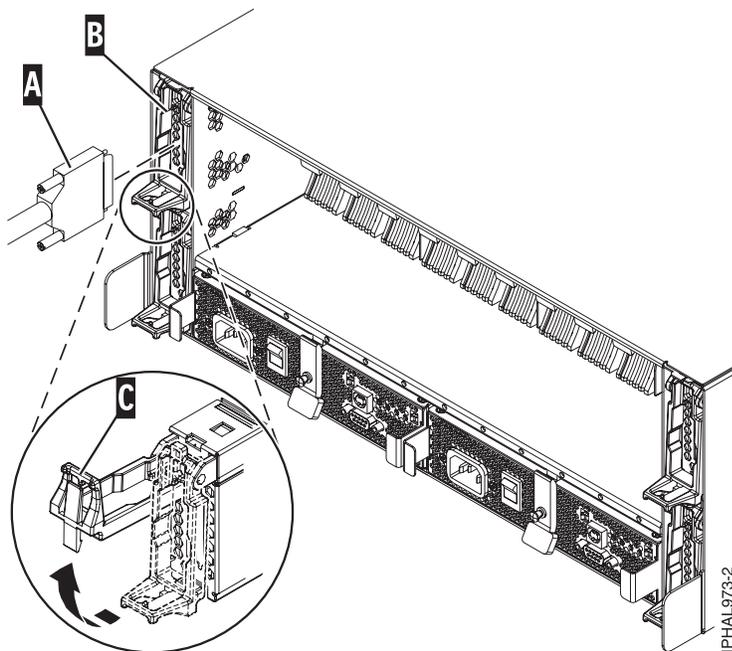
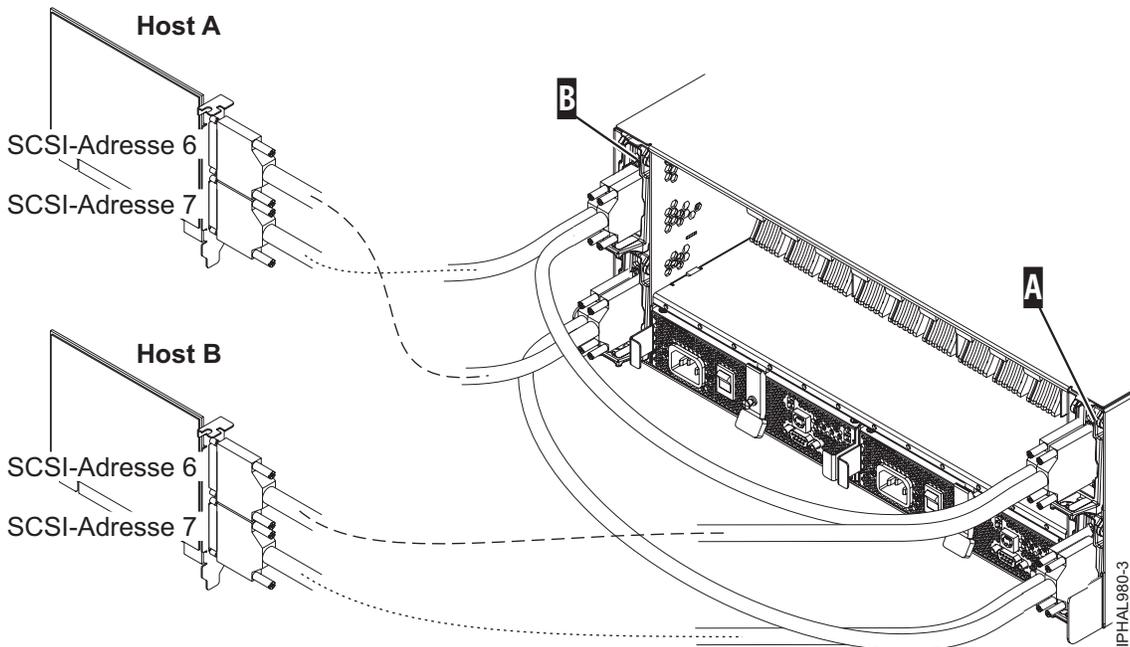
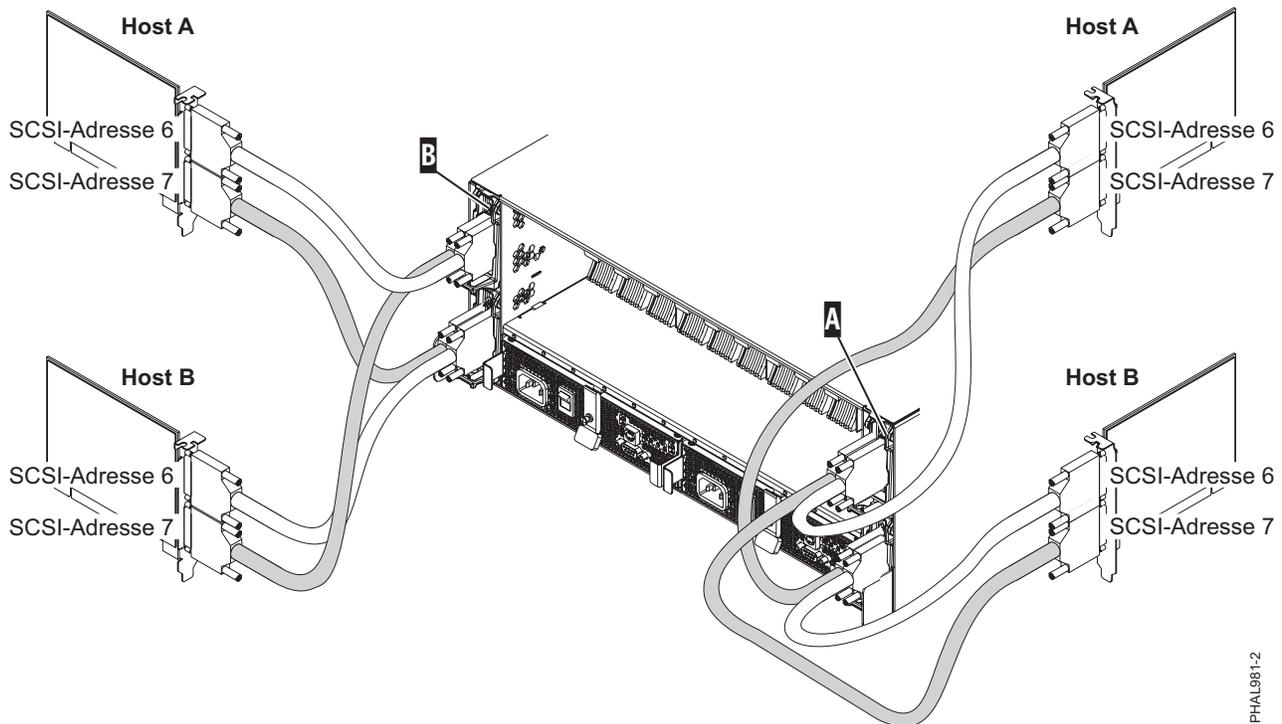

Abbildung 17. Anschließen des SCSI-Kabels an eine Einzel-Repeater-Karte
Abbildung 18. Anschließen des SCSI-Kabels an eine Doppel-Repeater-Karte, die mit zwei SCSI-Karten angeschlossen ist
Abbildung 19. Anschließen des SCSI-Kabels an eine Doppel-Repeater-Karte, die mit vier SCSI-Karten angeschlossen ist
- Wenn Sie nur Einzel-Repeater-Karten oder nur Doppel-Repeater-Karten verwenden, schließen Sie das SCSI-Kabel (A) an die Initiator-Repeater-Karte (B) an. Weitere Details finden Sie je nach Situation in Abb. 17, Abb. 18 auf Seite 66 oder Abb. 19 auf Seite 66.